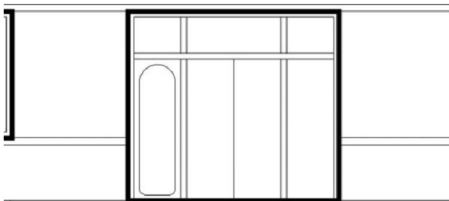

图 4.38 绘制门扇的分隔线
- (8) 用【直线】命令绘制中间门扇的分隔线, 如图 4.38 所示。